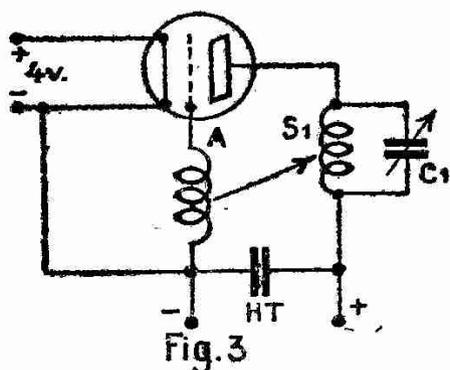

Fig. 3
a) PRINCIPE. — Considérons le schéma type d'un oscillateur à tube à vide (fig. 3). Pour un couplage convenable de la self grille A et de  $S_1$  on réalisera l'entretien des oscillations dans le circuit oscillant  $C_1 S_1$ . Cet entretien correspond à une chute brusque du courant plaque. La fréquence des oscillations est commandée par le condensateur variable  $C_1$ .